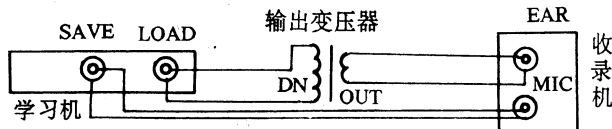

图1
1. 由于学习机与收录机接口不匹配,因而可在两接口间加入一变压器,本人采用的是收音机中的输出变压器(可到电工商店购得)。收录机的输出口一般为 $8\Omega$ ,而学习机的输入口为几千欧,因此只需把变压器的输入端与学习机相连,输出端与收录机相连,即可达到阻抗的匹配。具体接线见图1。